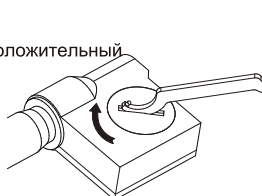

рис. 3
---Наклоните крышку батарейного отсека, чтобы она совпала с фиксирующим выступом, и нажмите на нее, затем с помощью гаечного ключа поверните крышку батарейного отсека по часовой стрелке, чтобы зафиксировать ее (рис. 3).